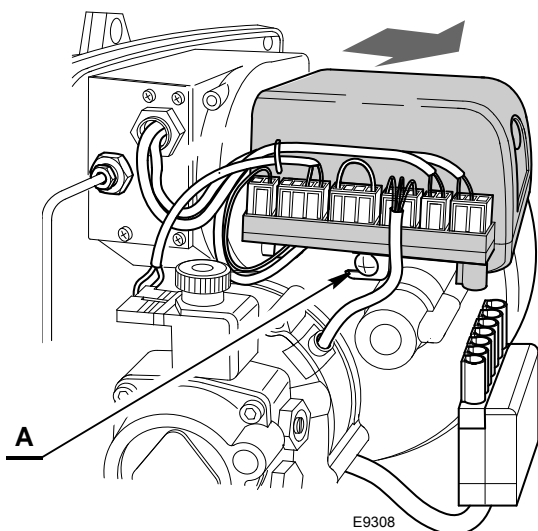

Fig. 13
En las instalaciones por depresión de dos tubos (Fig. 13) la tubería de retorno debe llegar a la misma altura que la de aspiración. En este caso no se necesita válvula de pie.
- aflojar el tornillo A) (Fig. 13) y tirar en el sentido de la flecha después de haber desconectado todos los componentes.